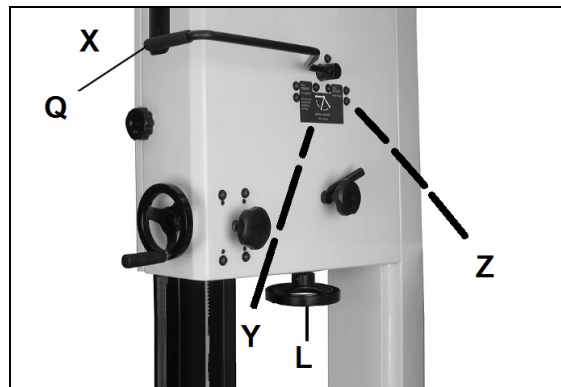

Рисунок 36
Натяжение пыльного полотна устанавливается маховиком натяжения полотна (L, рис. 36).
Для работы на станке установите рычаг быстрого натяжения полотна (Q, рис. 36) в положение «Полностью натянуто» (X).